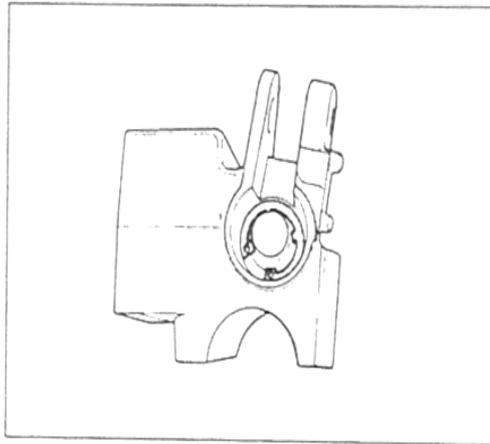

Bild 180
- Staubkappe mit zarter Spitzzange «herauspopeln» und Seegerring (Bild 180) mit entsprechender Zange entfernen. Dabei Kolben gegen Feder eindrücken. Kolben und Feder entnehmen.